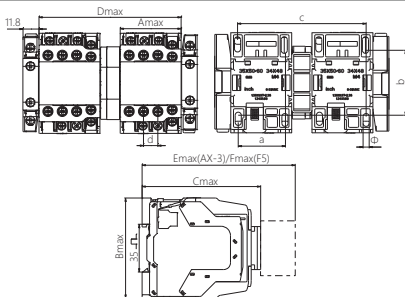

图1 NC7-09**(N)~38**(N)系列交流接触器外形与安装示意
2.1 NC7-09**(N)~38**(N)系列交流接触器安装尺寸与外形尺寸，见图1及表2。型号规格重量见箱贴。